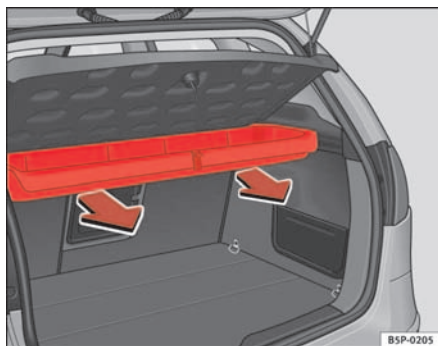

Abb. 122 Ausbau des Ablagefachs
- Nach außen ziehen, bis der Kasten aus den Drehhaltern gelöst ist  $\Rightarrow$  Abb. 122.